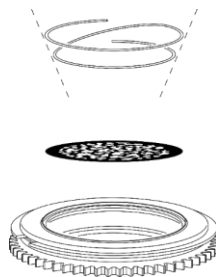

Fig. 16
- 10) Inserire con attenzione la molla di ritegno con l'estremità stretta contro al gobo (cfr. Fig. 16). Per identificare l'estremità stretta, premere la molla fino ad appiattirla: l'estremità stretta si trova all'interno.